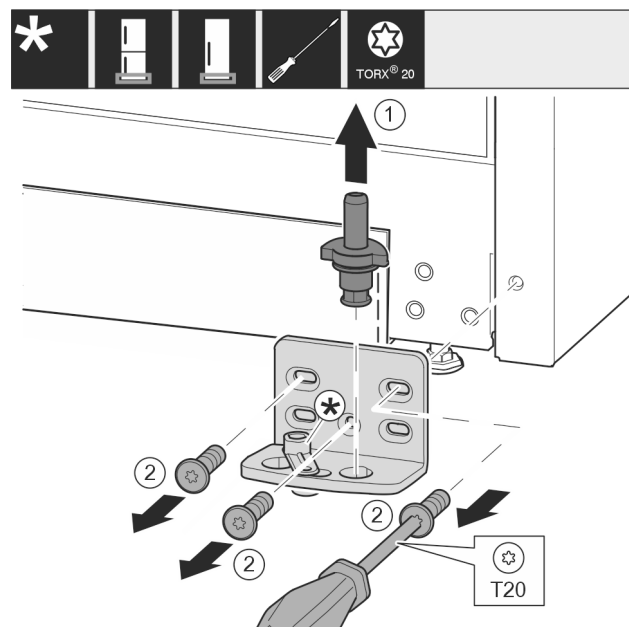

Fig. 12
- ▶ Ložiskový čep celý vytáhněte nahoru. Fig. 12 (1)
- ▶ Šroubovákem T20 vyšroubujte šrouby a odeberte stojan ložiska. Fig. 12 (2)